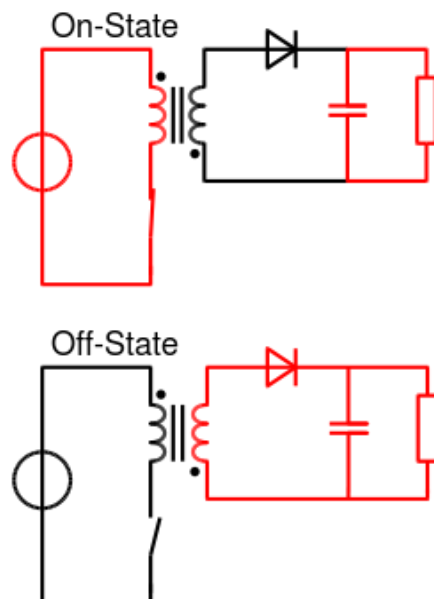

Ilustración 2 - Funcionamiento de un Flyback Converter
- Cuando el interruptor está activado (diagrama superior de la Ilustración 2), la bobina primaria está conectada directamente a la fuente de alimentación. Esto provoca un incremento del flujo magnético en el núcleo. La tensión en el secundario es negativa, por lo que el diodo está en inversa (bloqueado). El condensador de salida es el único que proporciona energía a la carga.
- Cuando el interruptor está abierto (diagrama inferior de la Ilustración 2) la energía almacenada en el núcleo magnético es transferida a la carga y al condensador de salida.